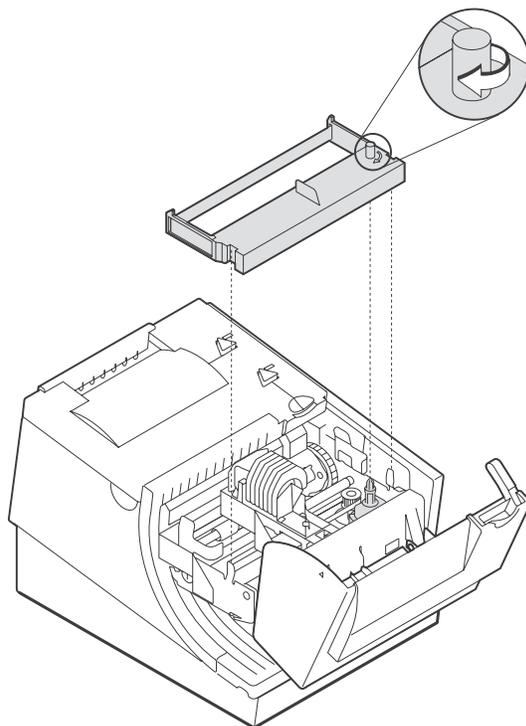

Figura 23. Carregamento do Cartucho de Fita
3. Mantenha a tensão da fita virando o botão giratório do cartucho de fita, conforme mostrado na Figura 23 na página 30. Abaixar o cartucho na posição correta até que as ranhuras nas laterais se encaixem nas guias da impressora.